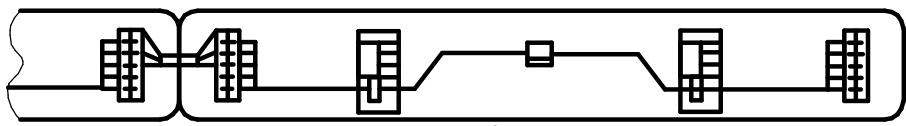

Рисунок 9
**6.10 Допускается установка светильников с магистральной проводкой в линию. (Рис.9 и приложение В)**